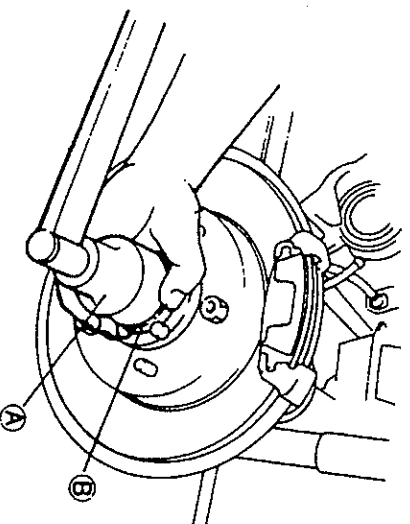

Fig. 17-5-23
- 1) Girando el buje de la rueda con la mano, apriete la tuerca del cojinete con un par de 8,0 kg-m, utilizando las herramientas especiales A y B. Afloje la tuerca hasta reducir el par anterior a 0 kg-m. Luego reapriete la tuerca con un par de 1,0 a 1,5 kg-m, hasta que los 4 orificios roscados abiertos en la contratuercas coincidan con los 4 agujeros de tornillos abiertos en la arandela de freno ensamblada después de la contratuercas. (Véase Figs. 17-5-23 y 17-5-24).